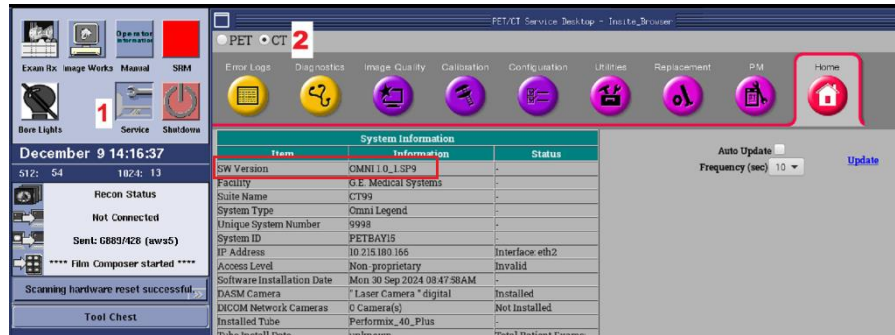

Figura 4: Como identificar a versão de software do Omni
O número da versão pode ser encontrado através do Common Service Desktop (CSD) (1) selecionando "Service" (Serviço) e, em seguida, (2) selecionando o botão "CT" (TC). Veja a Figura 4 abaixo.